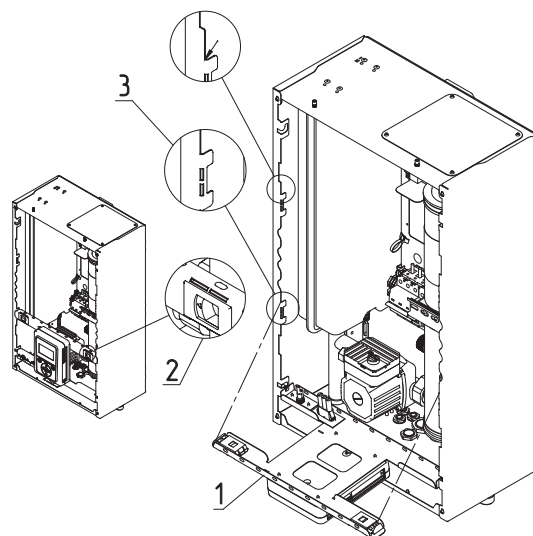

Рис.13 Откидывание кронштейна
- откинуть кронштейн для крепления пульта управления (Рис.13, поз.1);
- отжать замки-защелки (Рис.13, поз.2) с двух сторон;
- имеется возможность сменить положение кронштейна, достав его из пазов и закрепив в соответствующие пазы выше (Рис.13, поз.3).